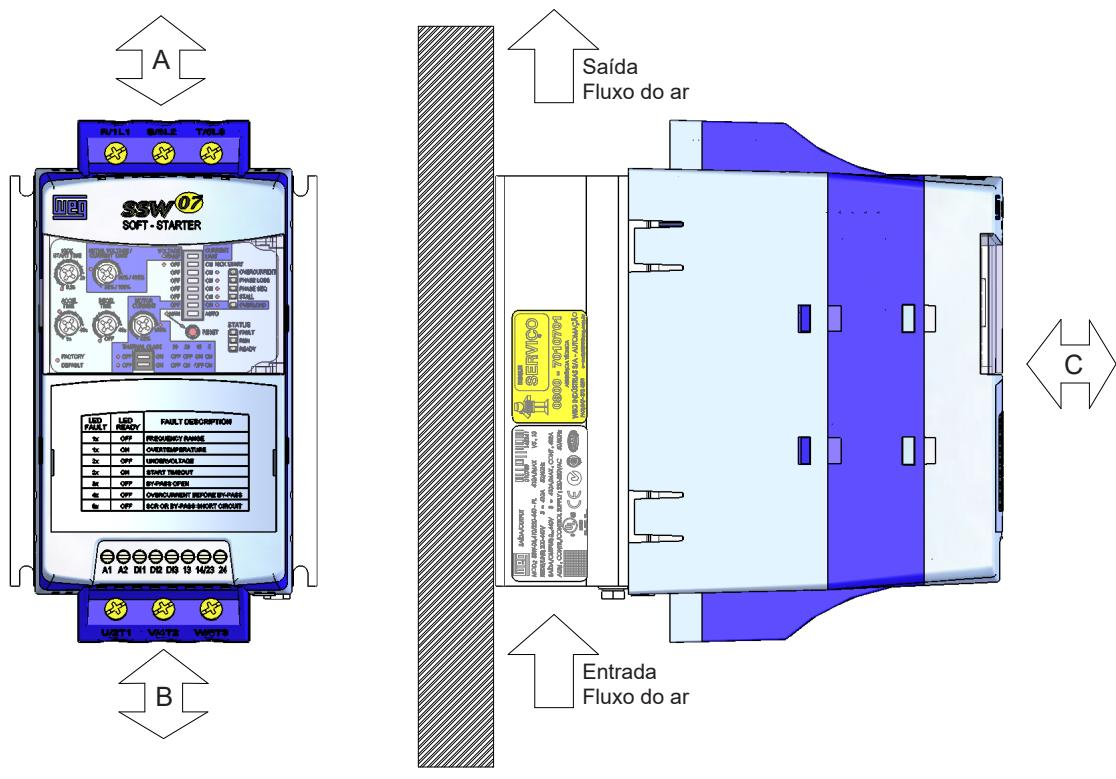

Figura 3.2 - Espaços livres para ventilação
- 3.1.3 Posicionamento/ Fixação** Para a instalação da Soft-Starter SSW-07 deve-se deixar no mínimo os espaços livres ao redor da Soft-Starter conforme figura 3.2 a seguir. As dimensões de cada espaçamento estão disponíveis na tabela 3.2.